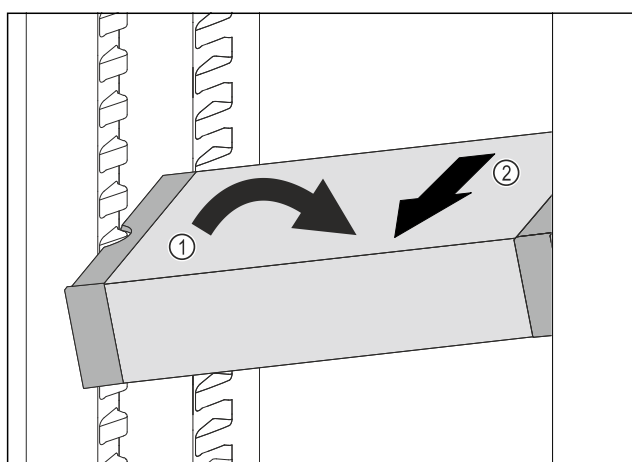

Fig. 191
- VarioSafe im Kühlteil schräg stellen. Fig. 191 (1)
- VarioSafe nach vorne entnehmen. Fig. 191 (2)